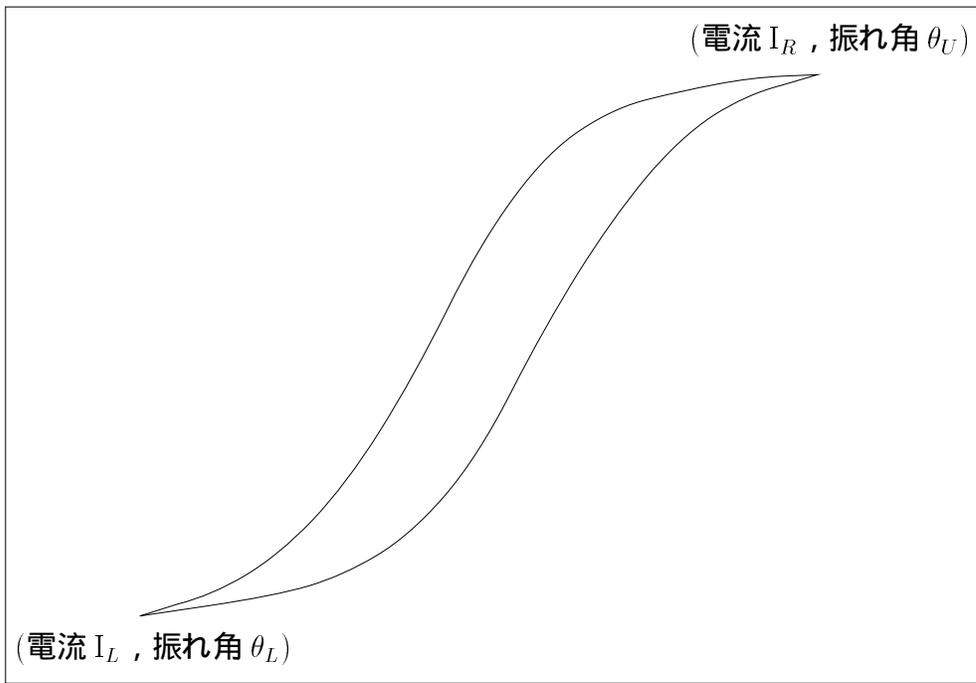

図 20.5: X-Yレコーダ記録用紙の後始末
1. 図 20.5 の最左端の電流 I_L と磁束計の最下位の振れ角 θ_L を記録する。
2. 図 20.5 の最右端の電流 I_R と磁束計の最上位の振れ角 θ_U を記録する。